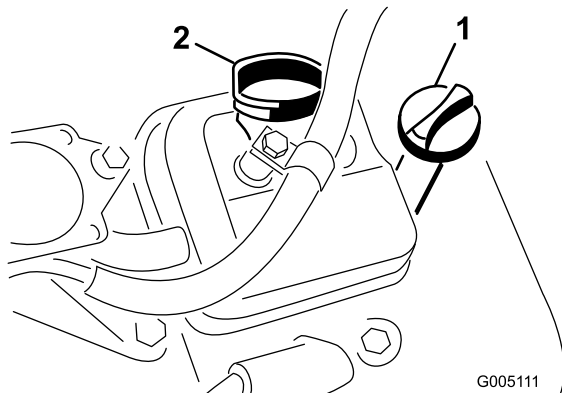

Figura 18
2. Svitare l'asta di livello e asciugarla con un panno pulito. Avvitare l'asta di livello nel relativo tubo e assicuratevi che sia fissata saldamente (Figura 18).